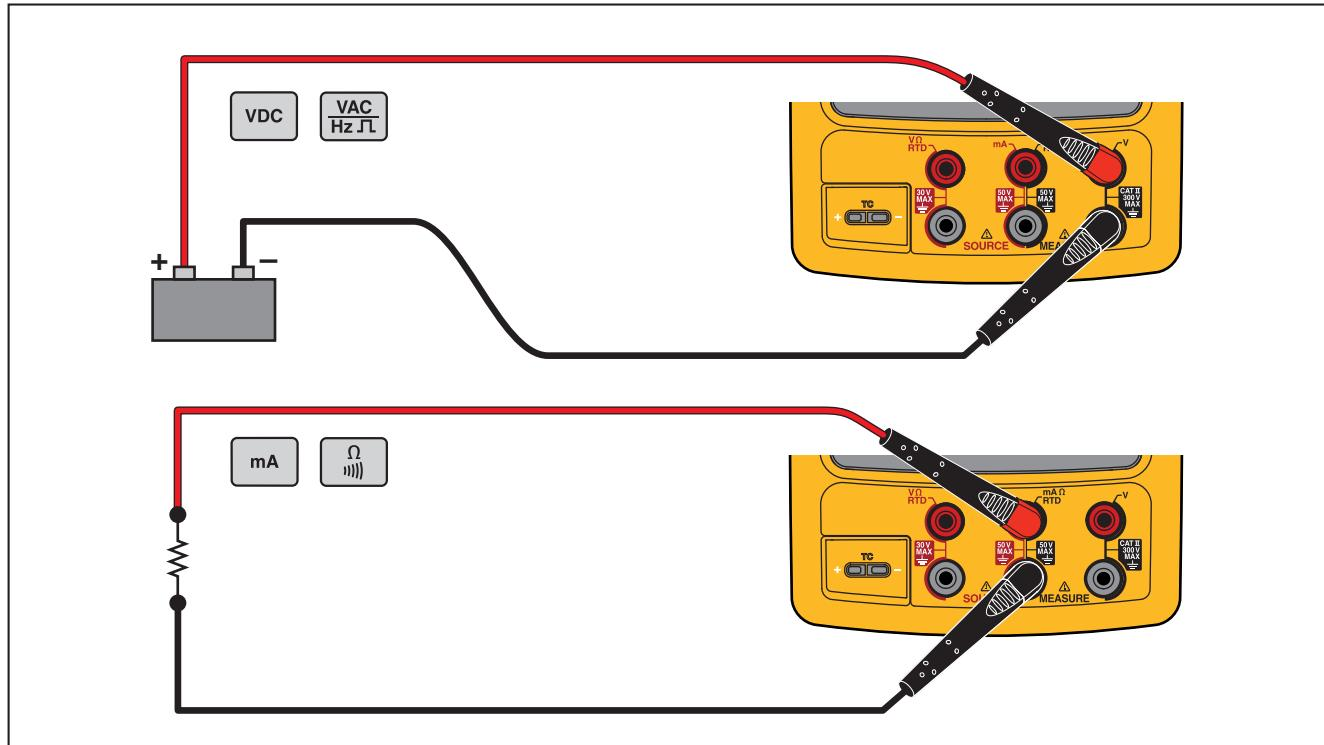

图 12. 电气测量连接
打开产品电源时，产品处于直流电压测量功能。图 12 显示了电气测量连接。要从“输出”(SOURCE) 或“测量/输出”(MEASURE/SOURCE) 模式中选择一种电气测量功能，请首先按 **[MEASURE SOURCE]** 选择“测量”(MEASURE) 模式：
2. 连接用于您的测量功能的测试线，如图 12 所示。
3. 将产品连接到被测电路。请参阅图 12。